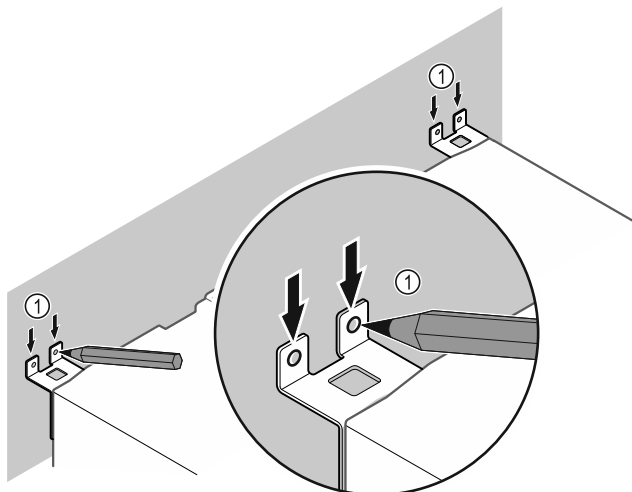

Fig. 10
- ▶ Jelölje be a falat Fig. 10 (1).